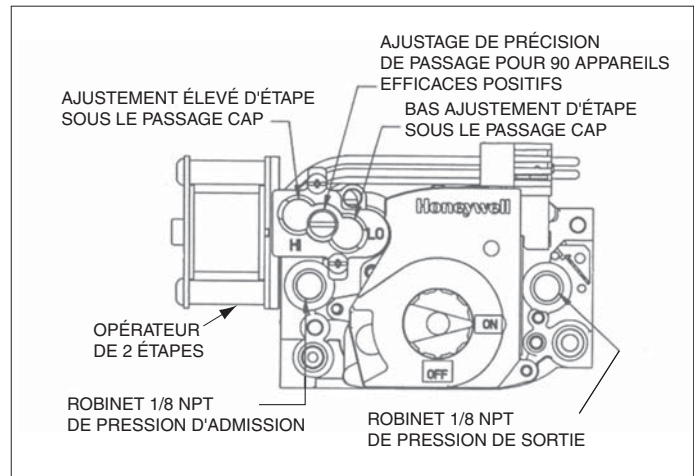

Figure 4. Robinet de gaz (Honeywell VR8205 (A,M) montré)
2. Avec une clé mâle de 3/16 po, enlever le bouchon de vérification de pression de la tubulure, à l'extérieur du robinet de gaz. Consulter les détails à la figure 4.
6. Laisser l'appareil fonctionner pendant trois (3) minutes et vérifier la pression de la tubulure.